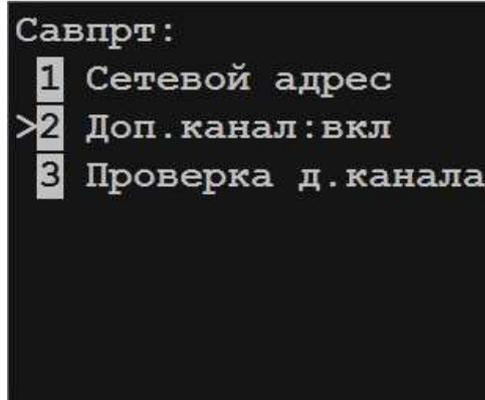

Рисунок 15 - Меню «Савпрт»
3.6 Включить дополнительный канал связи, для чего открыть меню «1» «Настройка» → «3» «Савпрт» → «2» «Доп. Канал». Установить значение «вкл» в строке «Доп. канал» с помощью клавиши «2» (рисунок 15).